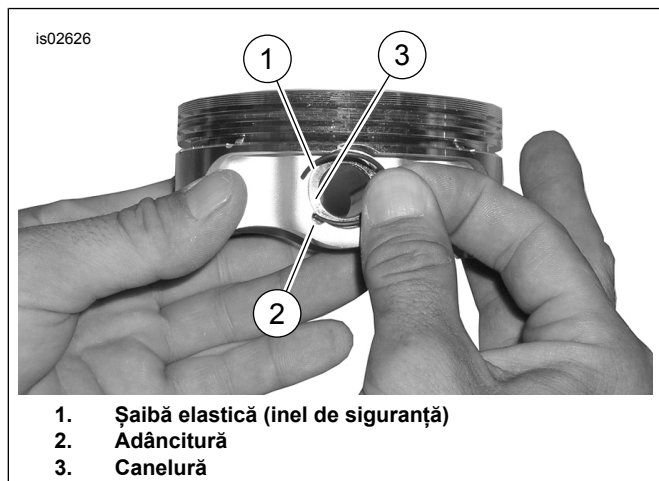

Figura 3. Șaibă elastică și piston
1. Consultați Figura 3 . Introduceți capătul deschis al șabei elastice (1) în creștătura (2) de pe canelura (3) din jurul pinului pistonului, astfel ca decalajul să fie la poziția dreaptă în sus sau dreaptă în jos atunci când este montată.